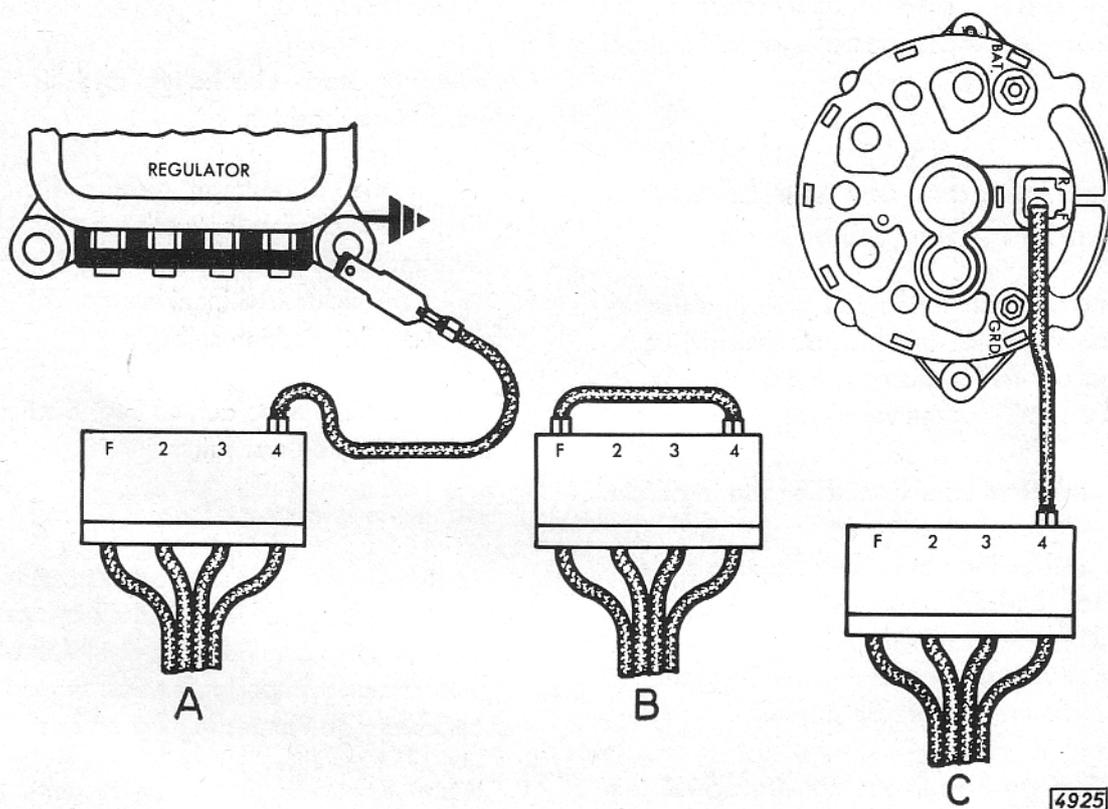

Bild D 32 - Ladekontrolleuchtensystem überprüfen
2. Wenn Glühlampe nicht aufleuchtet, Anschlußkabel mit Kennfarbe hellblau/weiß vom Steckeranschluß „4“ des Reglerschalters abziehen und mit Masse verbinden (Bild D 32). Leuchtet die Glühlampe nicht auf, so ist die Fehlerursache vom Reglerschalter rückwärts, d. h. zur Kontrollleuchte hin, zu suchen. In der Regel wird die Glühlampe defekt sein.
5. Flachsteckeranschlüsse „4“ und „F“ am Reglerschalter mit einer Drahtbrücke verbinden (Bild D 32).